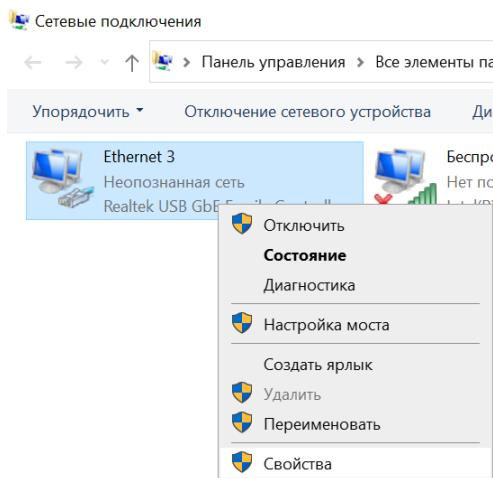

Рисунок 6 – Открытие окна свойств сети
- 3) Открыть свойства сетевого подключения (Рисунок 6);